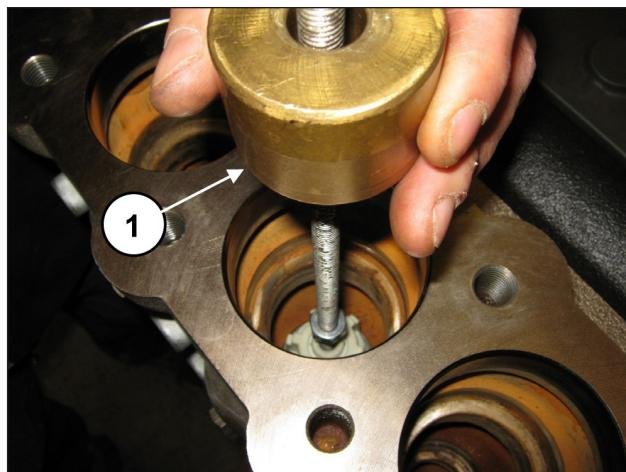

图 103
可将锤头式提取器(代码为 27516400)作用在阀导承的M10孔上(位置①, 图 103), 或用一个M10-M16适配器(代码25089700)作用在阀导承的M16螺纹上, 将吸入阀组件取出。